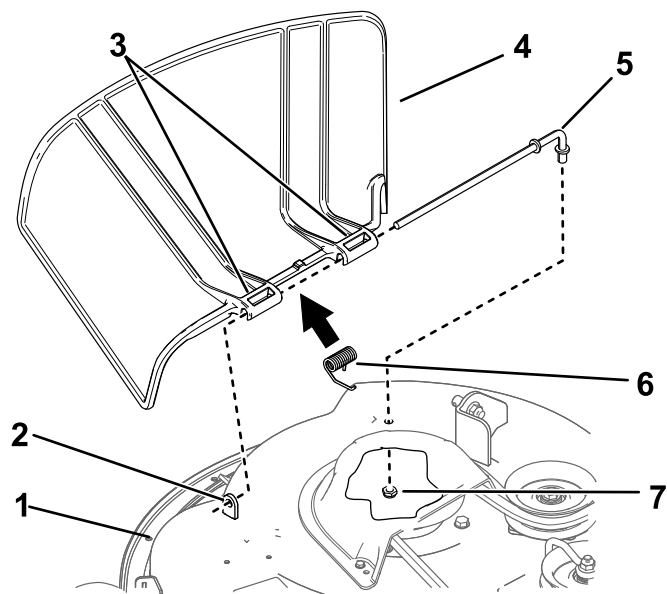

Figure 66
1. Retirez l'écrou ($\frac{3}{8}$ po) de la tige, sous le tablier de coupe (Figure 66).
2. Sortez la tige de la courte cheville de positionnement, du ressort et du déflecteur d'herbe (Figure 66).
4. Montez le nouveau déflecteur d'herbe (Figure 66).
7. Insérez la tige dans le second pivot du déflecteur d'herbe (Figure 66).
9. Fixez l'extrémité arrière de la tige dans le tablier de coupe à l'aide d'un écrou ($\frac{3}{8}$ po), comme montré à la Figure 66.